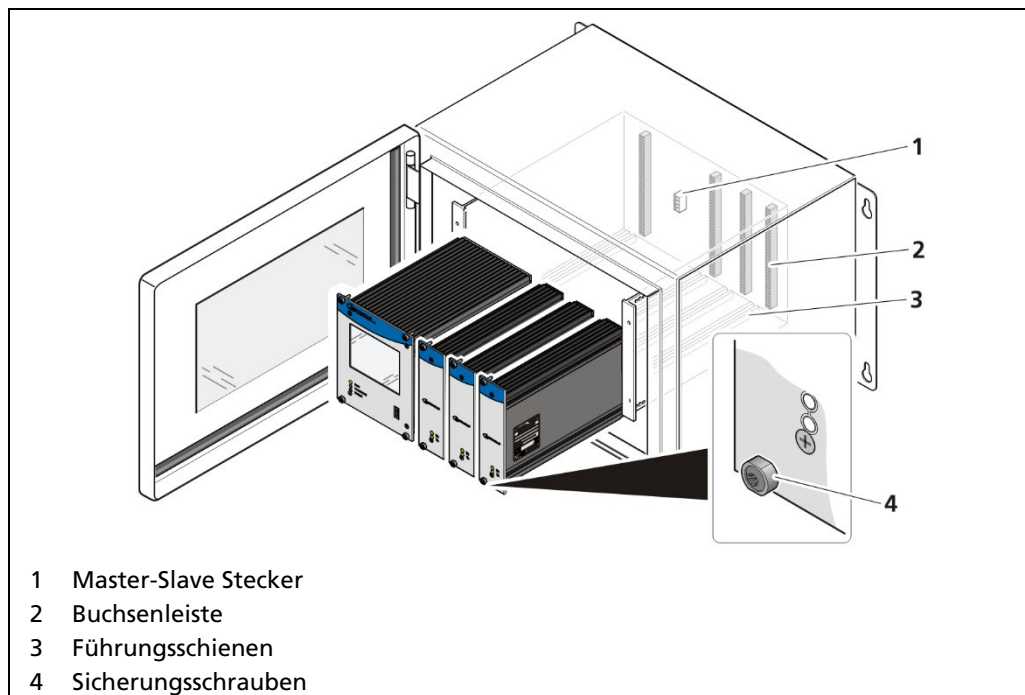

Abb. 13 Einbau der Module (Bsp.: 1 Master AWE, 3x Slave)
Die Master-AWEs / Slave-Module müssen durch Sicherungsschrauben (Abb. 13, Pos. 4) gegen das Herausziehen gesichert werden.
1. Module in die Führungsschienen setzen und vorsichtig einschieben, bis die Stiftleiste des Moduls in der Buchsenleiste (Abb. 13, Pos.2) eingesteckt ist.
2. Alle Sicherungsschrauben (Abb. 13, Pos.4) anziehen.